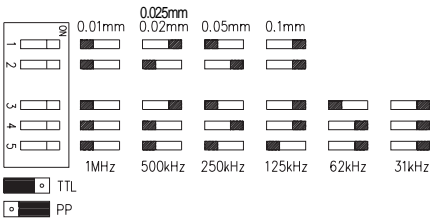

Abb. 10: DIP-Schalter-Einstellungen
- Einstellung am DIP-Schalter entsprechend Abb. 10 vornehmen